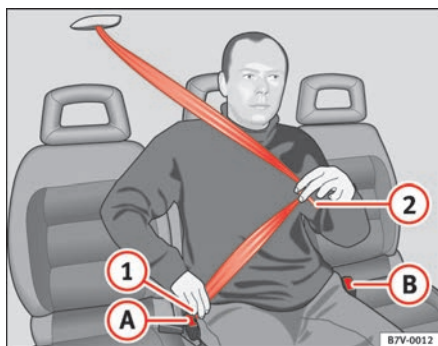

Abb. 11 Gurt am mittleren Sitz in der zweiten Sitzreihe anlegen
- Ziehen Sie das Gurtband mit der Schloßzunge ⇒ Abb. 11 ① nach unten.
- Stecken Sie die Schloßzunge ① in das zum Sitz gehörende Gurtschloß A, bis sie hörbar einrastet.
- Ziehen Sie das Gurtband mit der Schloßzunge ② über Ihr Becken.
- Stecken Sie die Schloßzunge ② in das zum Sitz gehörende Gurtschloß B, bis sie hörbar einrastet.